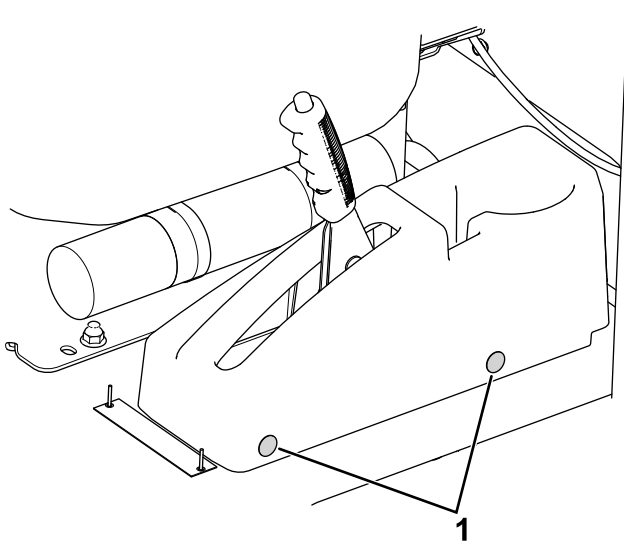

Bild 13
- Entfernen Sie die Eindrückbefestigungen, mit denen die Bremsabdeckung am Boden befestigt ist (Bild 13).
9. Montieren Sie die Bremsabdeckung mit den beiden zuvor entfernten Eindrückbefestigungen (**Bild 13**).